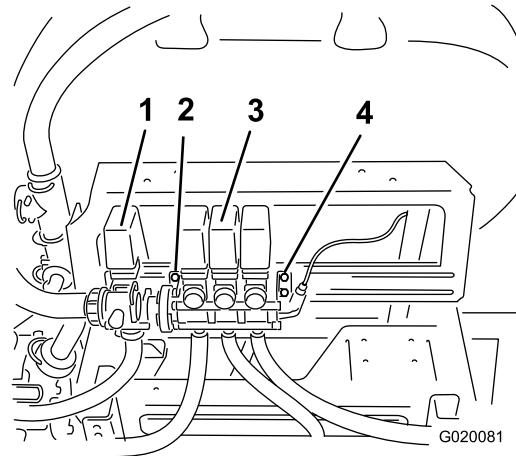
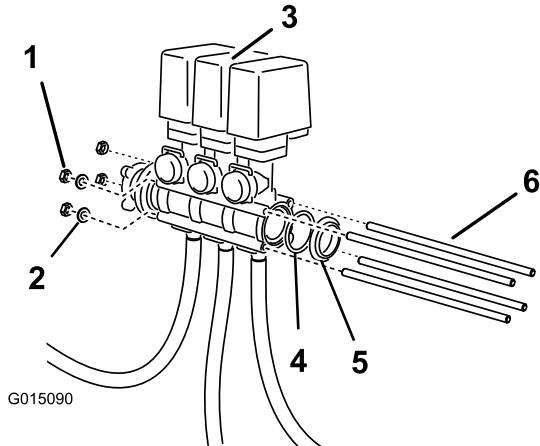

Figure 4
Figure 6
1. Desserrez, mais ne retirez pas, les boulons qui fixent le bloc de vannes de rampe au support droit (Figure 4).
- Insérez les tiges filetées dans les trous des corps des vannes de dérivation des rampes et, dans le cas des 2 tiges les plus proches du longeron de montage, dans le support gauche (Figure 4 et Figure 6).